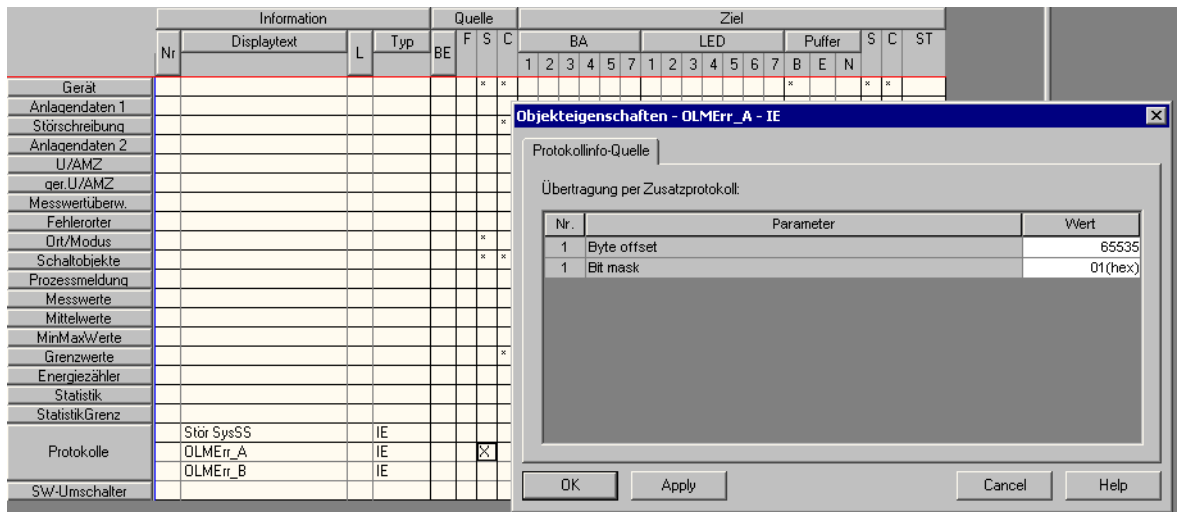

Bild 2-1 Rangierung der OLM-Statusmeldungen in DIGSI
1. Einfügen von zwei nutzerdefinierten Markierungen (Interne Einzelmeldungen) in der **DIGSI Rangiermatrix** (s. Bild 2-1).